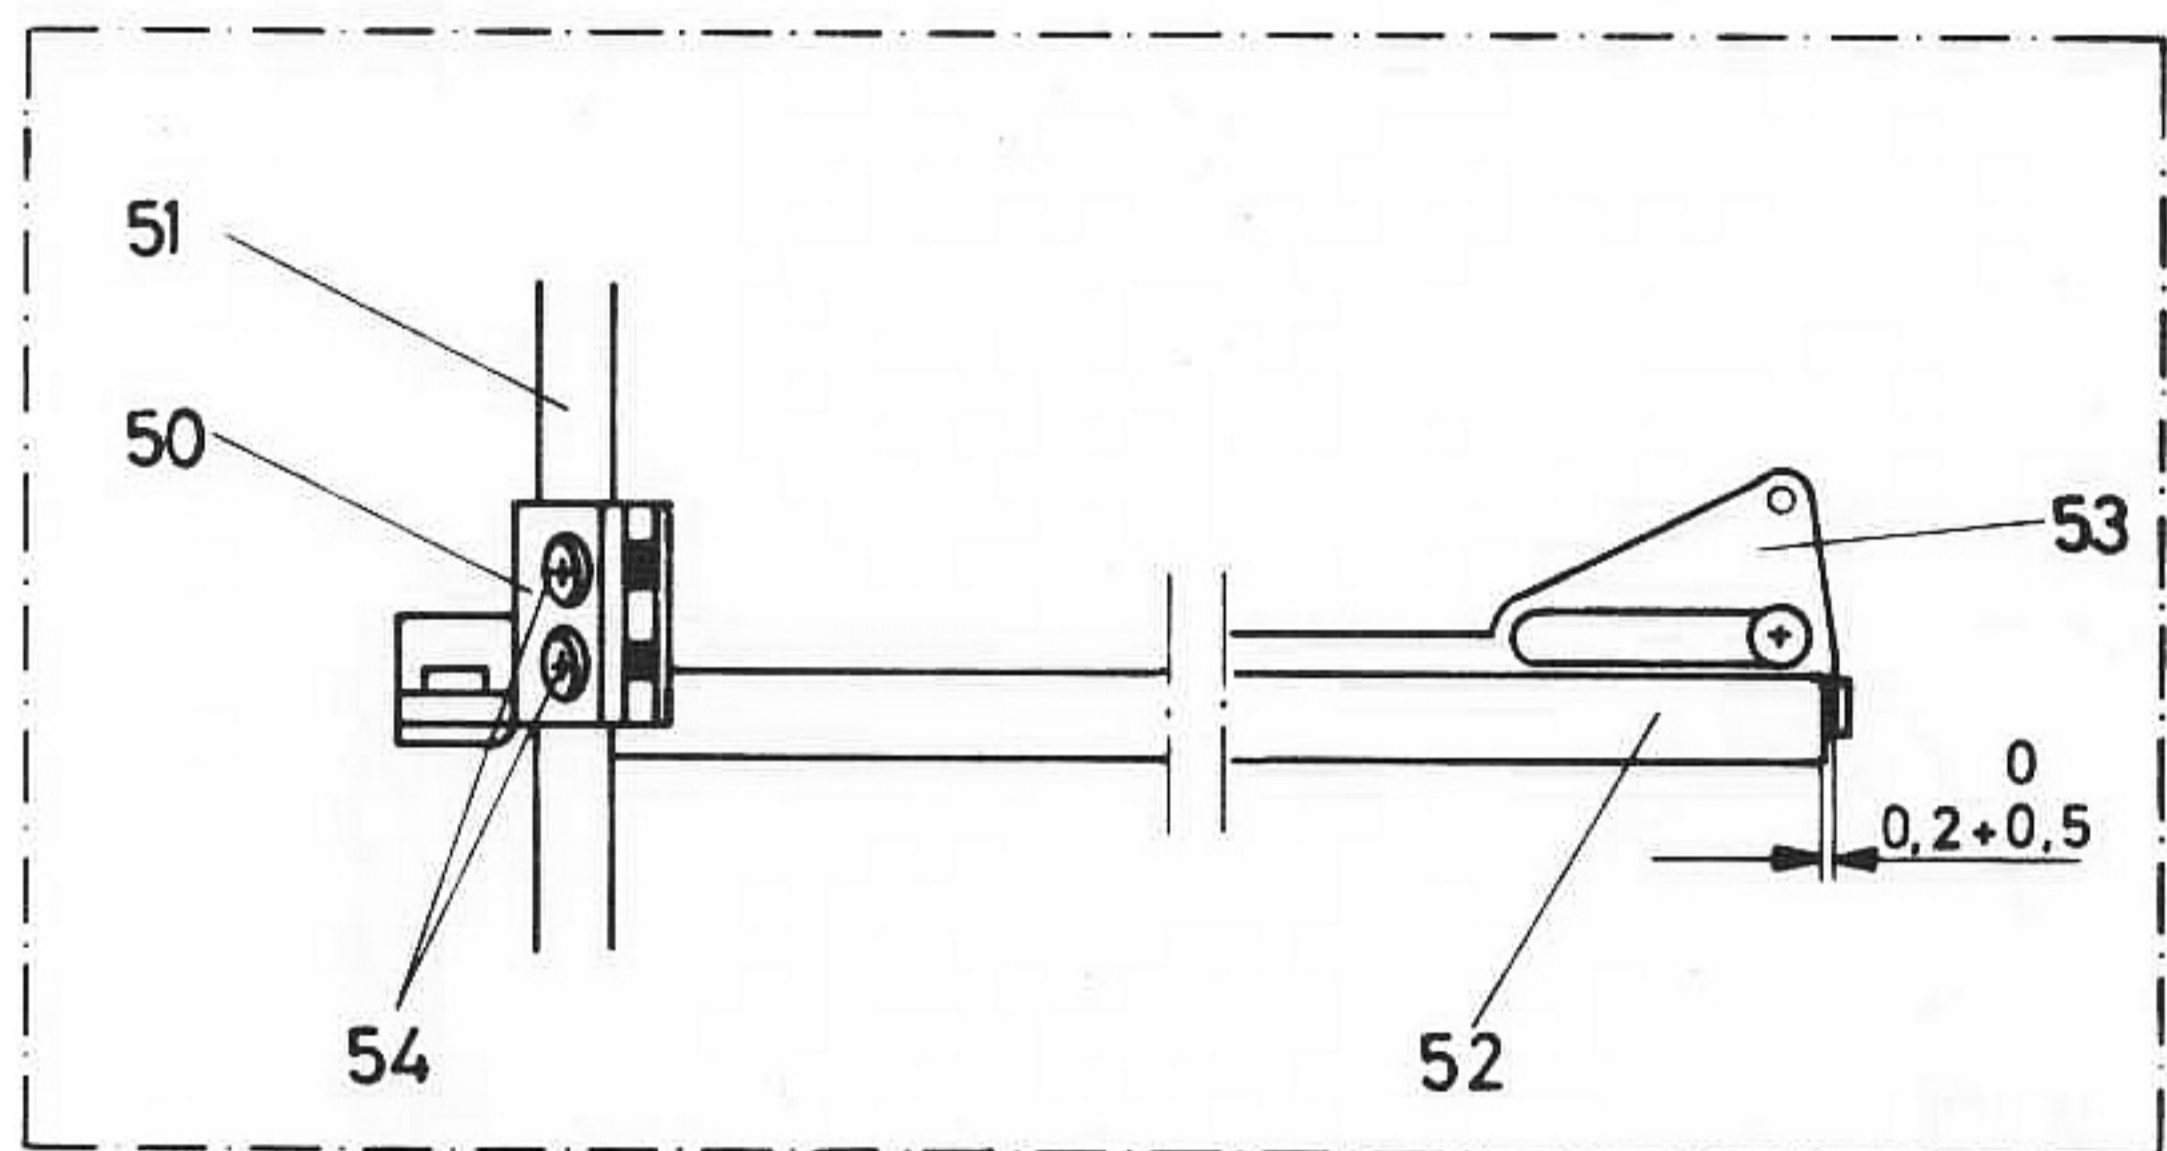

Fig. 21
Justering av medbringare (50) fig 21